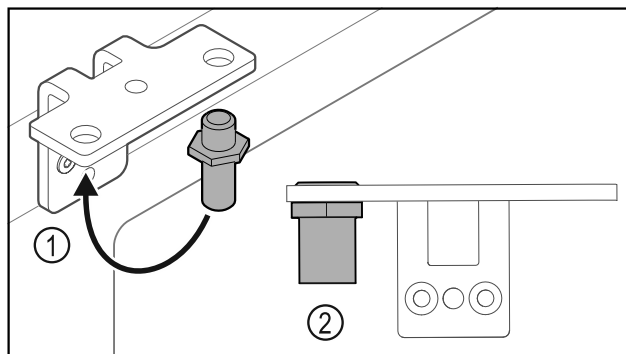

Fig. 38
- ▶ Premjestite svornjake Fig. 38 (1) u kutnim šarkama.
- ▶ Pritegnite svornjake Fig. 38 (2) **okretnim momentom od 12 Nm.**